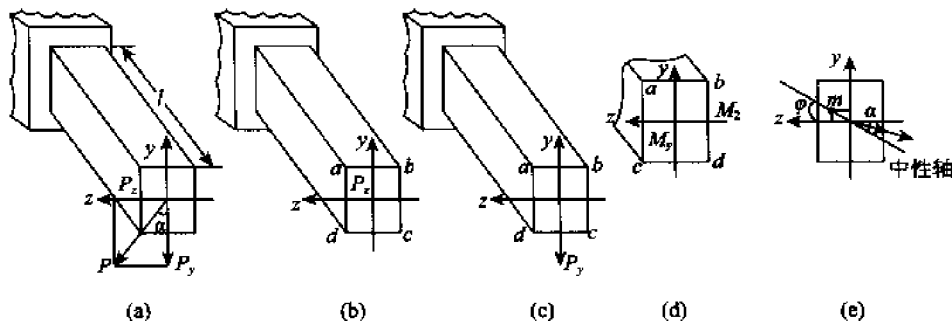

图 8-1
(2) 得到相应的几种基本变形形式, 分别计算可能危险点上的应力。现分别按两个平面弯曲计算(见图 8-1(b) 及图 8-1(c))。如图 8-1(d) 所示, P_y, P_z 在危险面(面定端)处分别有弯矩: $M_y = (P \sin \alpha) l, M_z = (P \cos \alpha) l$ 。 M_y 作用下产生以 y 轴为中性轴的平面弯曲, bc 与 ad 边上分别产生最大拉应力与最大压应力:
上述横向载荷 P 构成的弯曲是梁在两个主惯性平面内弯曲的组合变形, 其中横截面内中性轴不再与载荷作用线垂直; 或中性轴不再与弯矩矢量重合(如为实心构件)。如图 8-1(e) 所示, 横截面上任意点 $m(y, z)$ 的正应力为: